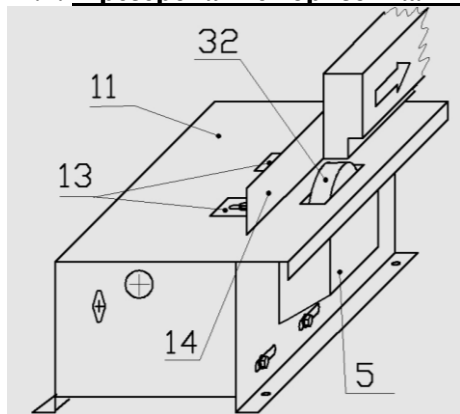

Рис. 11
4.4. Фрезерование горизонтальное. (Рис.11).